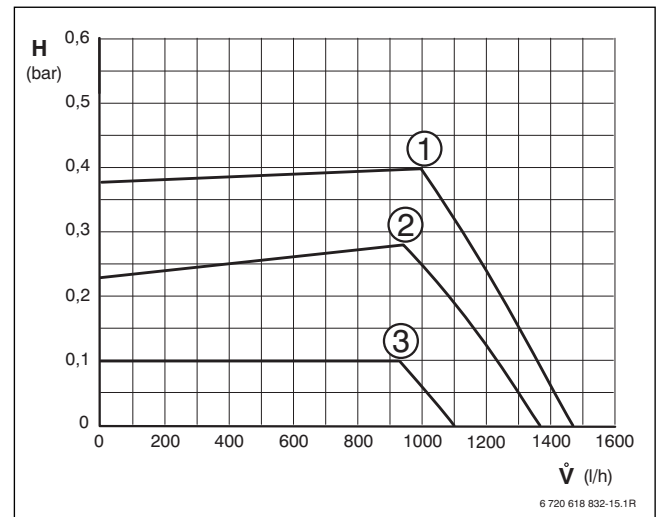

Bild 71 Konstantdruck bei ZBS 14/22...Geräten
**Legende zu Bild 71 bis 74:**